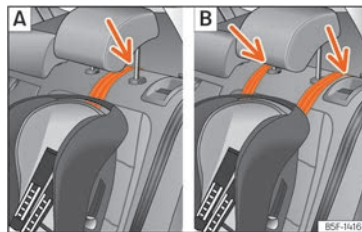

Abb. 42 Rücksitze: Einstellung und Einbau unter Verwendung des Top Tether-Gurts.
- Führen Sie den Gurt unter der Kopfstütze durch (in Abhängigkeit der Gebrauchsanweisungen des Kindersitzes ggf. Kopfstütze anheben oder entfernen) »» (Abb. 42).